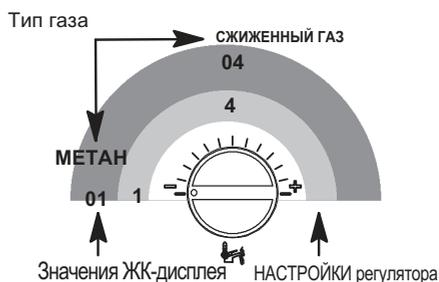

Рисунок 8.6
- Чтобы изменить настройку, поверните регулятор температуры горячего водоснабжения 3 и установите его в выбранное положение (см. Рисунок 8.6).